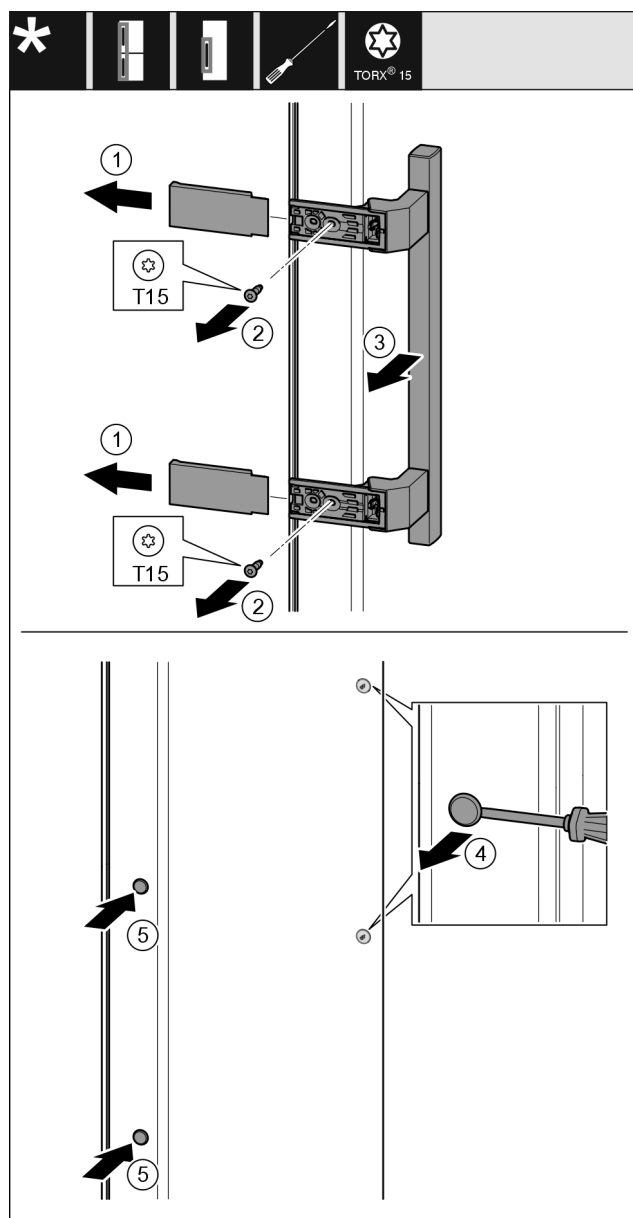

Fig. 21
- Levante la cubierta Fig. 21 (1).
- Desatornille los tornillos Fig. 21 (2) con el destornillador.
- Retire el tirador Fig. 21 (3).
- Levante con cuidado el tapón lateral Fig. 21 (4) con un destornillador de punta plana y extráigalo.
- Vuelva a colocar el tapón Fig. 21 (5) en el otro lado.